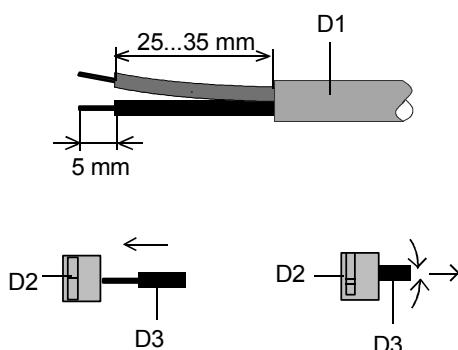

Bild 4: Anschließen/Abklemmen der Busleitungen
**Anschließen der Busleitung (Bild 4)**
Abklemmen der Busleitung (Bild 4)